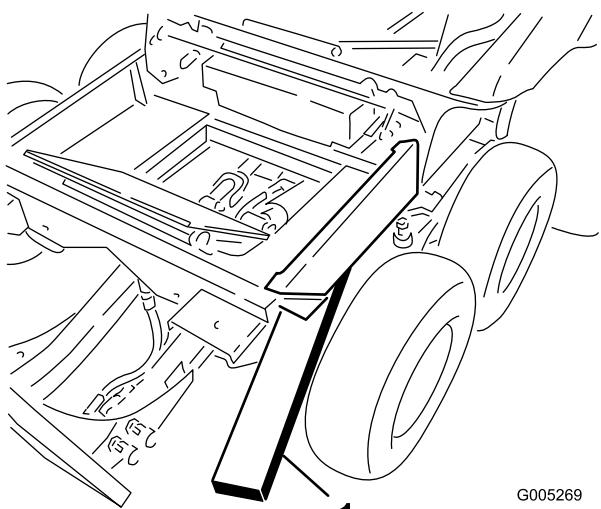

Рисунок 42
3. Вставьте деревянный брускок между передним упором тележки и рамой, чтобы наклонить зимнюю раму в сторону задней части машины (Рисунок 42).